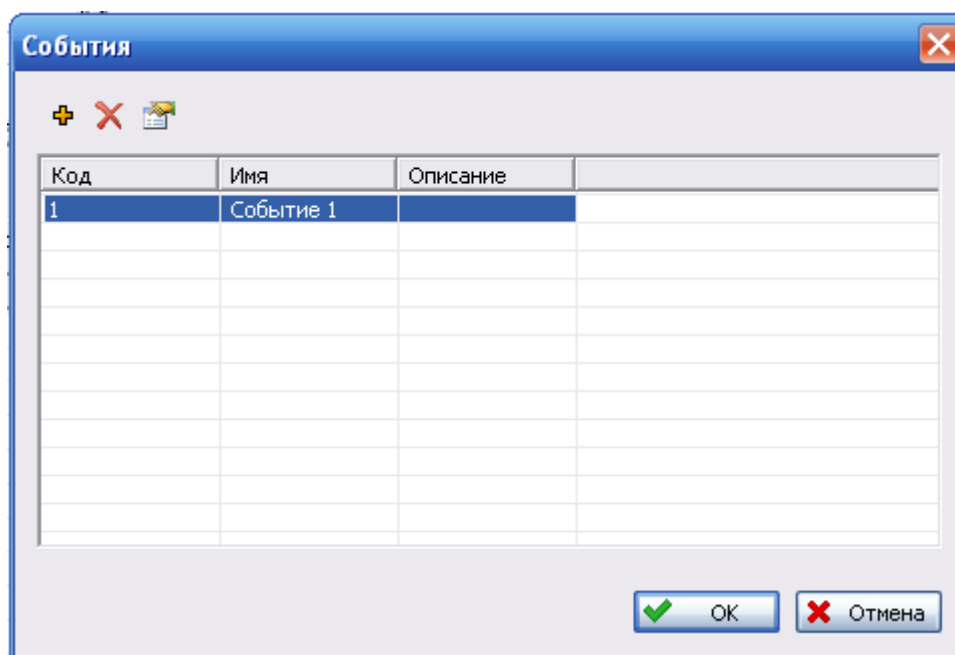

Рис. 21-9
- В появившемся окне **События** выделите событие, объекты которого нужно отобразить в окне работы над проектом, и нажмите на кнопку **ОК** (рис. 21-9).